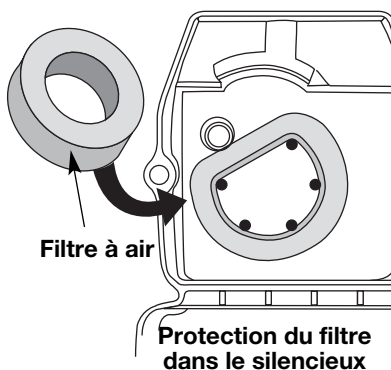

Fig. 25
2. Retournez le couvercle et inspectez l'intérieur pour repérer le filtre à air. Retirez le filtre à air de l'intérieur du couvercle du filtre à air/silencieux (Fig. 25).
6. Remplacez le filtre à air dans le filtre à air/couvercle du silencieux (Fig. 25).